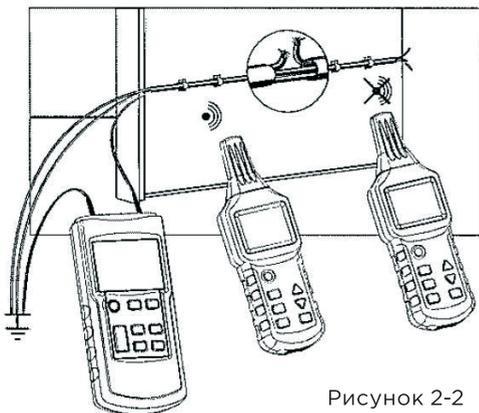

Рисунок 2-2
с обеих сторон. Создайте искусственный разрыв на расстоянии 1,5 м от конца кабеля. Концы линии должны быть открыты. Зачистите разорванный провод на конце экранированного кабеля и подсоедините его с помощью измерительных проводов к гнезду (10) передатчика. Подключите гнездо (11) передатчика к подходящему заземлению. Все прочие провода кабеля также должны быть подсоединены к передатчику и через то же заземление (см. Рисунок 2-2).